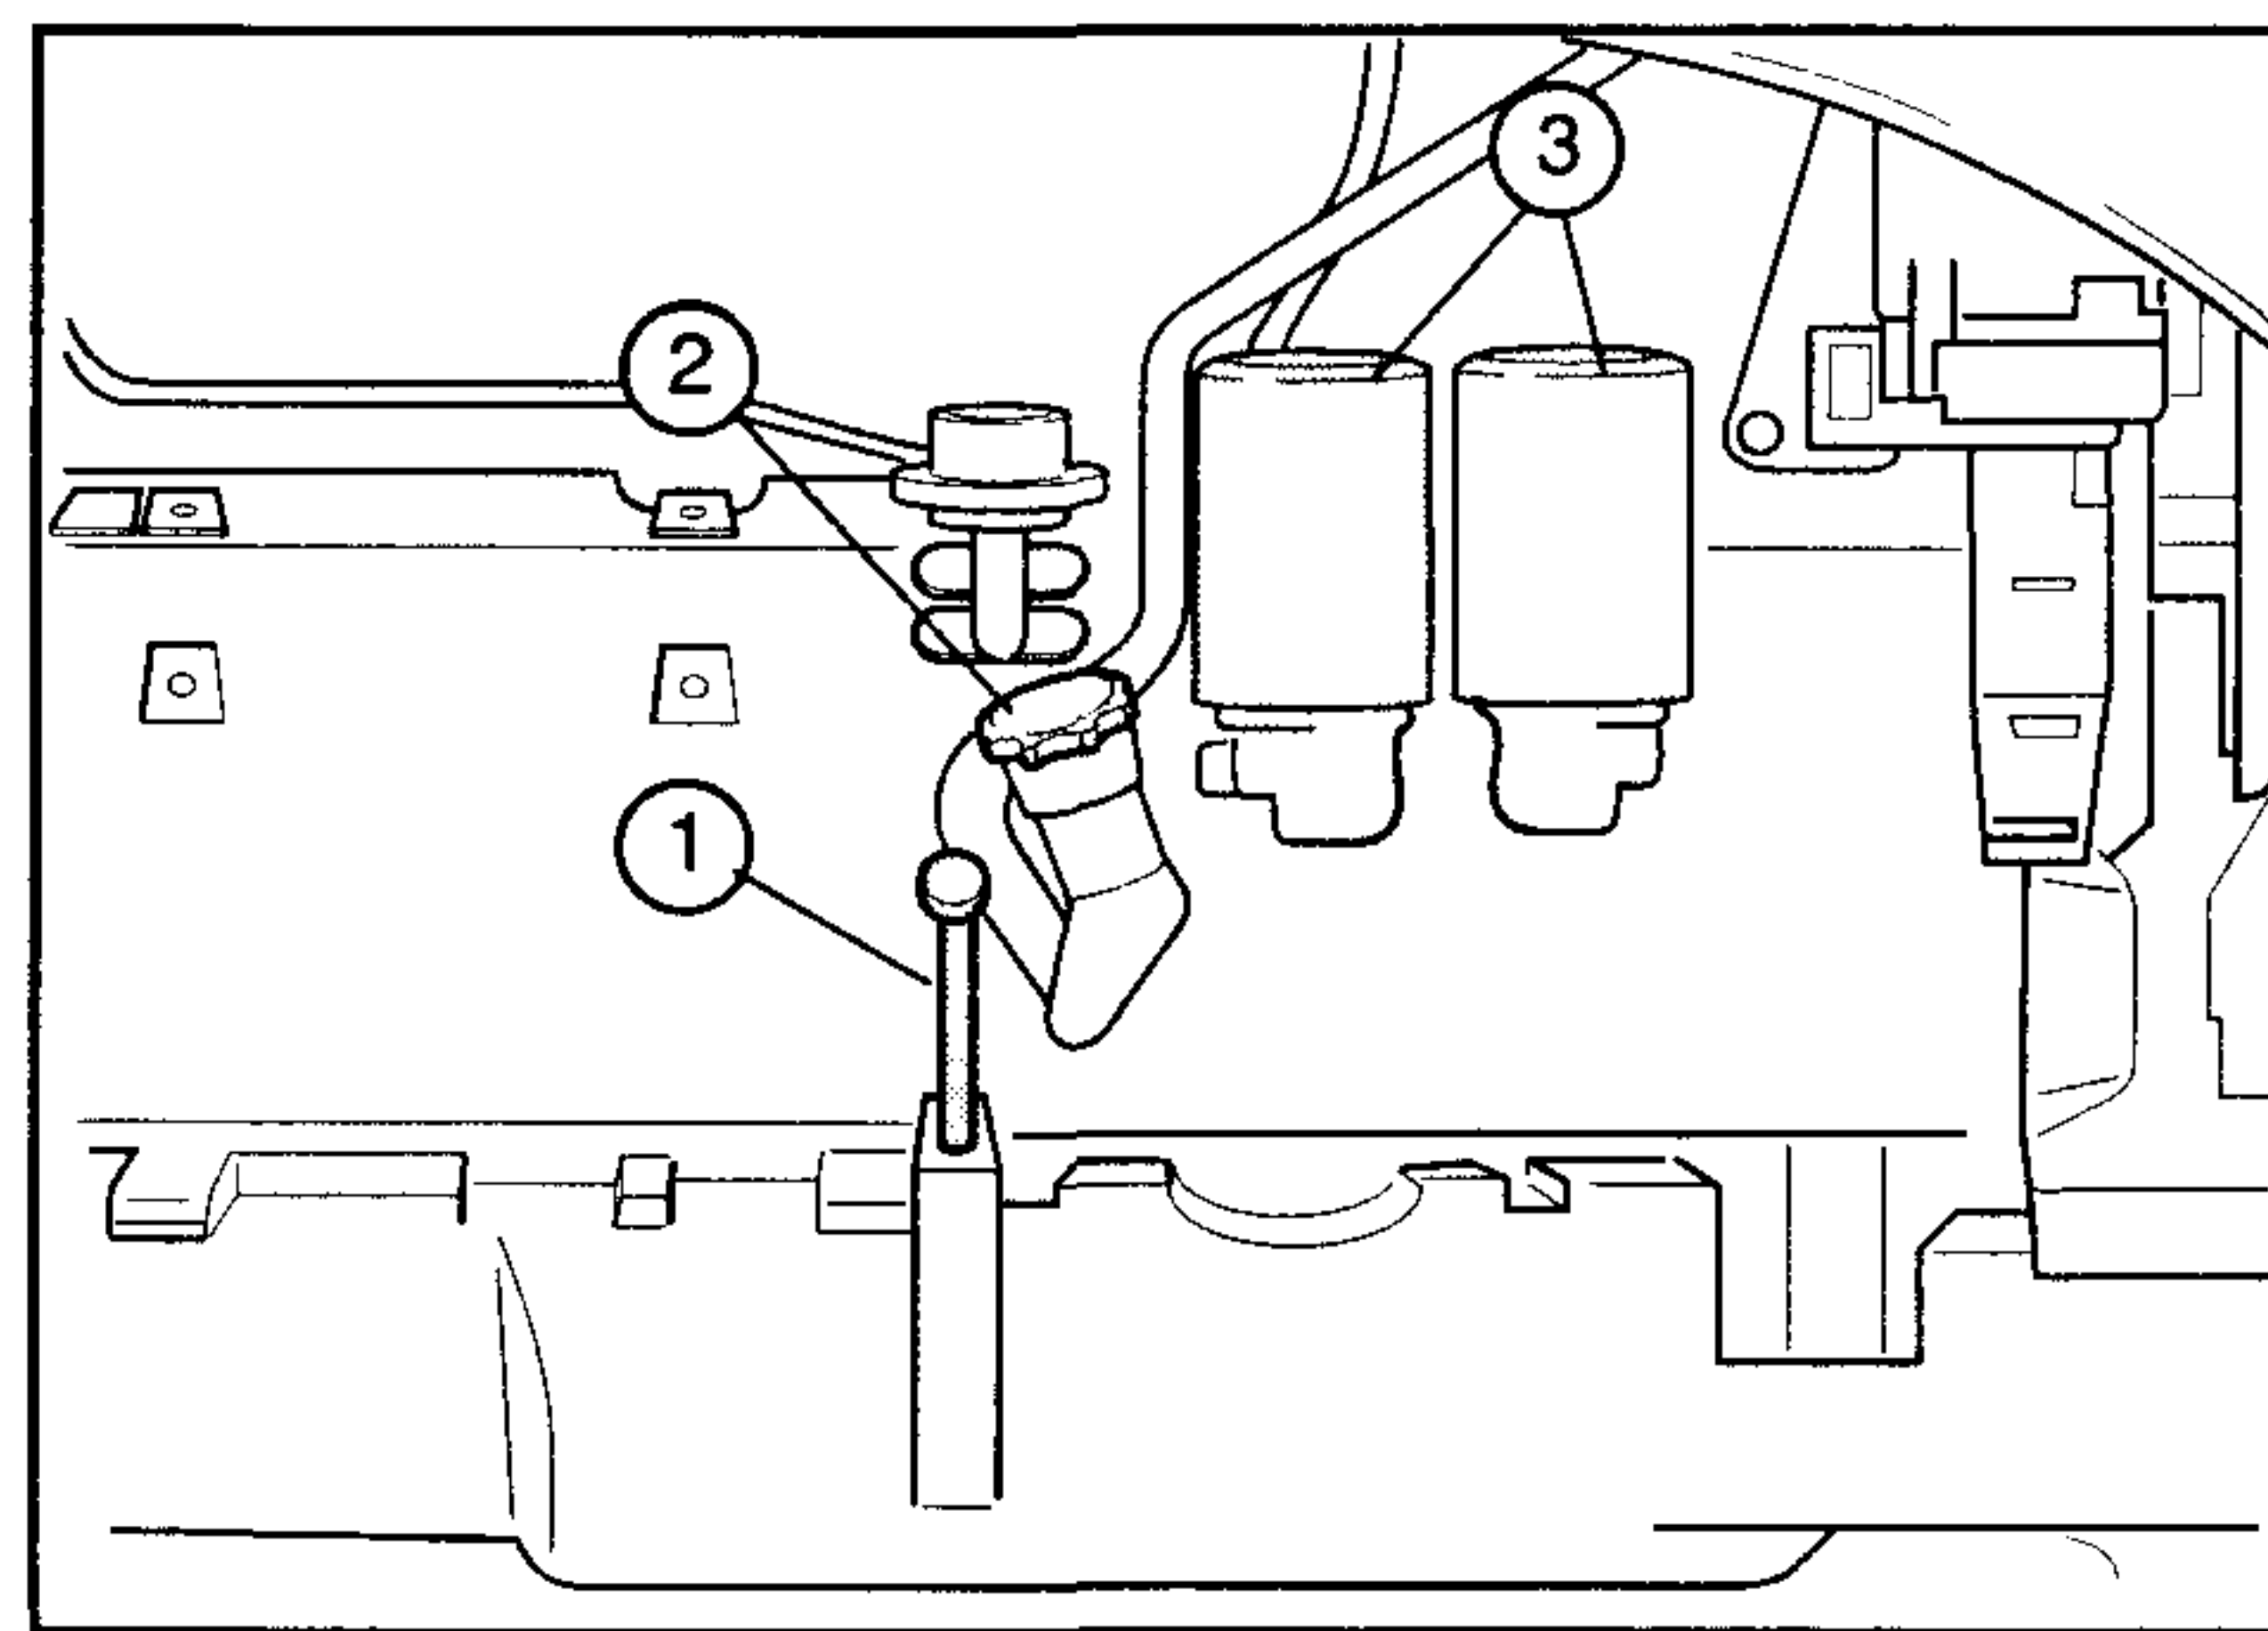

Fig. 5-3
Controlar el nivel del aceite motor cada 10 horas o cada día (Mantenimiento flexible) (Fig. 5-3)
1. Desenroscar los filtros aceite (4 - Fig. 5-3) de los soportes.